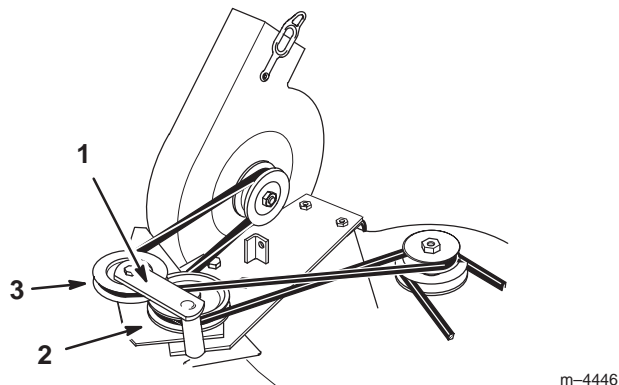

**Figure 16**
1. Introduisez l'axe de pivot du souffleur dans le support de pivot du plateau de coupe (Fig. 16).